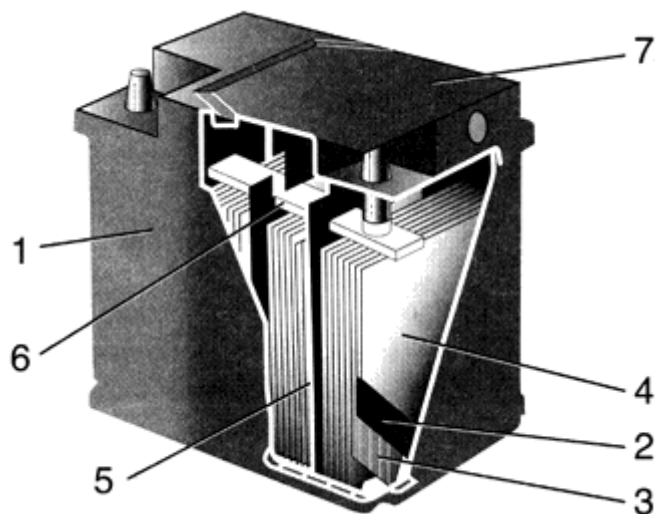

Рис. 2 Аккумуляторная батарея с общей крышкой
Широкое распространение получили в последнее время аккумуляторные батареи с общей крышкой моноблока из сополимера пропилена с этиленом, устройство которых показано на рис. 2. Моноблок (1) включает электродные блоки, включающие разноименные электроды (2) и (3) и сепараторы (4). Блоки связаны между собой посредством укороченных межэлементных